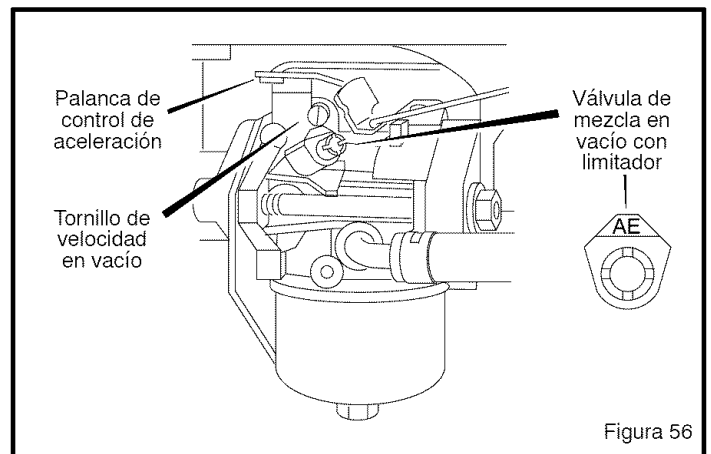

Figura 56
3. Gire la **palanca de control de aceleración** del carburador contra el **tornillo velocidad en vacío** y manténgalo así (Figura 56). Luego, gire el **tornillo velocidad en vacío** para obtener 1750 rpm (use un tacómetro).